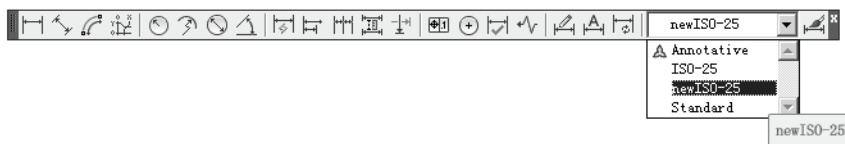

图 8-58 选择更新样式
- (5) 如图 8-58 所示，选择标注样式“NEWISO-25”；